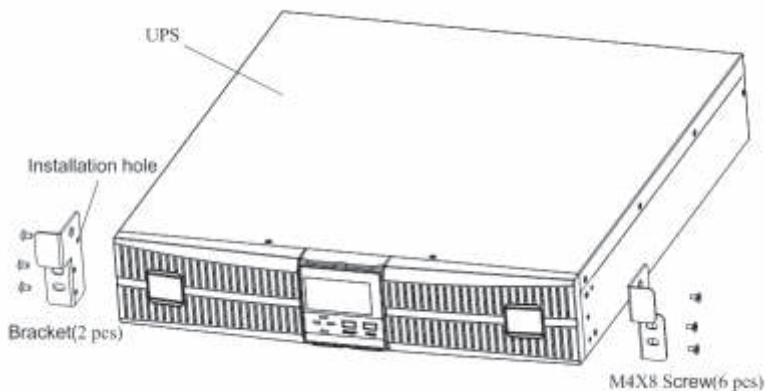

Рис.4-7
- возьмите два кронштейна и шесть винтов $M4 \times 10$ из комплекта аксессуаров и закрепите на корпусе ИБП согласно Рис.4-7;